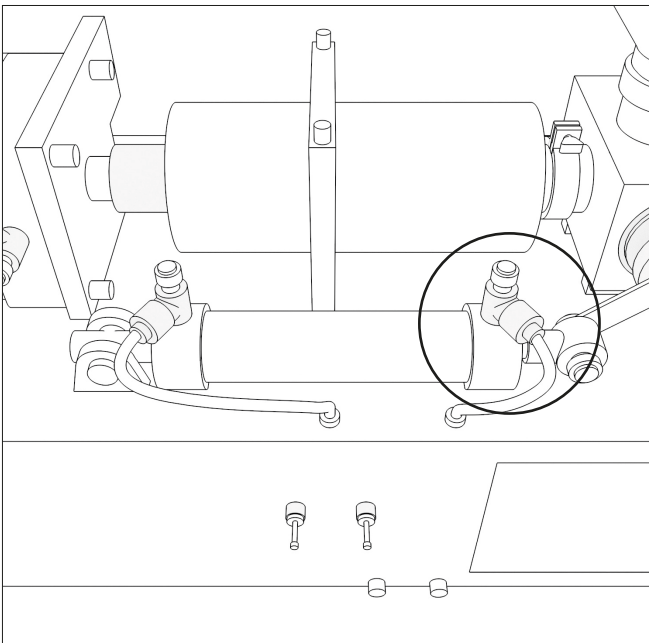

Рис. 23
12.9. Поршень вспомогательного пневмоцилиндра (цилиндр отсекаателя) должен быть в положении «втянут» (рис. 23).